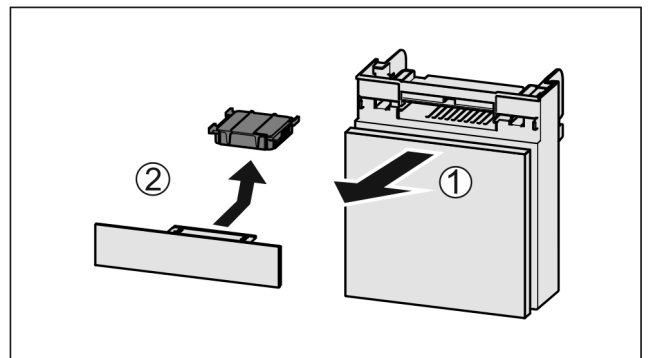

Fig. 172
- ▶ Fach nach vorne herausziehen Fig. 172 (1).
- ▶ Aktivkohlefilter entnehmen Fig. 172 (2).